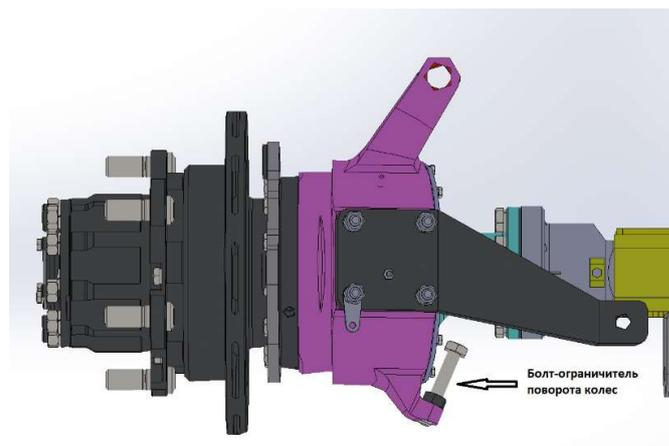

Рис. 6.17 Болт-ограничитель поворота
3. Отрегулировать углы поворота колес переднего ведущего моста ограничительными болтами на поворотных кулаках (Рис. 6.17). Кратчайшее расстояние сзади балки моста от шины колеса до рессоры должно составлять 80 ± 3 мм.